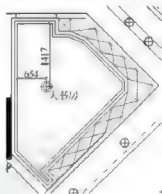

图 8-32
**步骤7:** 使用偏移工具 $\rightarrow$ ，将多段线向内依次偏移70和60个单位，再使用插入块工具 $\rightarrow$ ，插入一盏吸顶灯，如图8-32所示。